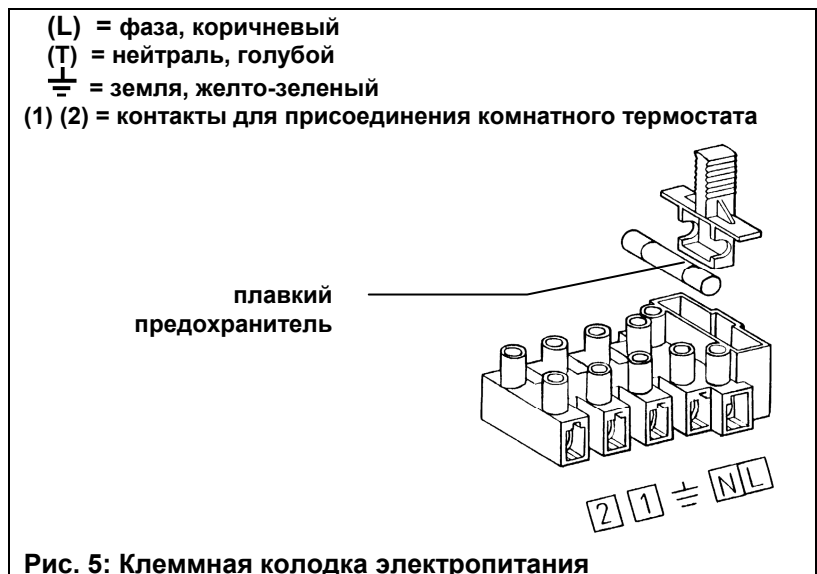

Рис. 5: Клеммная колодка электропитания
- В клеммной колодке имеется также плавкий предохранитель быстрого срабатывания на 2А (рис. 5).